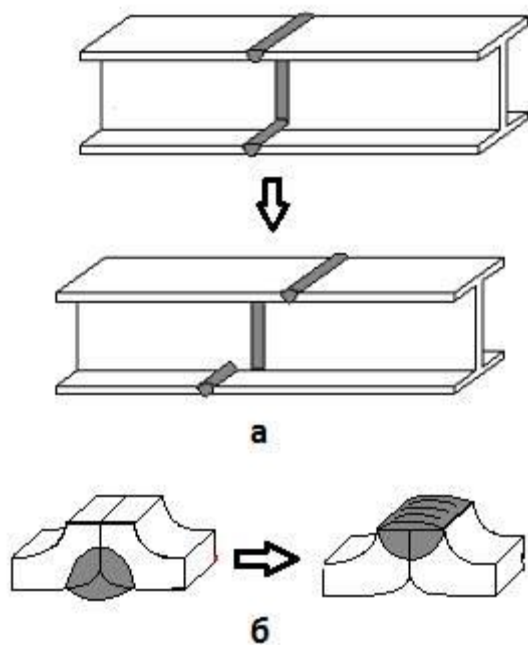

Рис. 44С. Конструктивные мероприятия по уменьшению остаточных деформаций
- не допускать в конструкциях чрезмерных скоплений и пересечений сварных швов (рис. 44С, а);
- избегать назначения сварных швов в местах, претерпевших предварительную пластическую деформацию (рис. 44С, б);